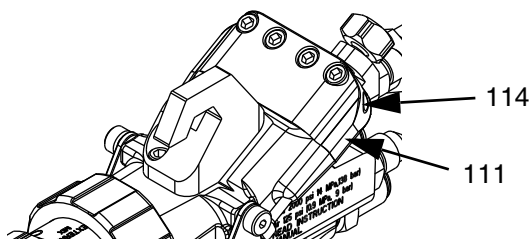
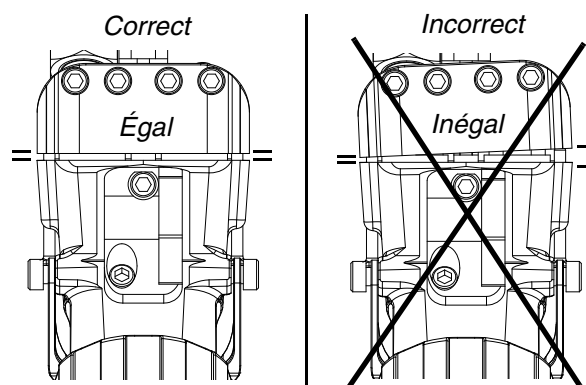

FIG 11
FIG 12
Exécutez cette procédure si le collier de la gâchette s'éloigne du corps du pistolet de manière inégale lorsque la gâchette est actionnée ; consultez la FIG 12. Cette procédure permet de régler les axes de l'actionneur (111) dans le collier de la gâchette ; consultez la FIG 11.
REMARQUE : lors de l'installation de la gâchette à quatre doigts (16F627), assurez-vous que le verrouillage de la gâchette fonctionne et que l'ensemble de collier s'ouvre correctement ; consultez la FIG 12. Si des réglages sont nécessaires, exécutez la procédure **Réglage des vis de réglage de l'axe de l'actionneur**.
11. Maintenez la gâchette pleinement tirée et mesurez l'espace entre le collier de la gâchette et le corps du pistolet sur les deux côtés. Les espaces doivent être d'au moins 1,65 mm (0,065 po.) en position ouverte. Réglez les vis si cela est nécessaire. Voir FIG 12.